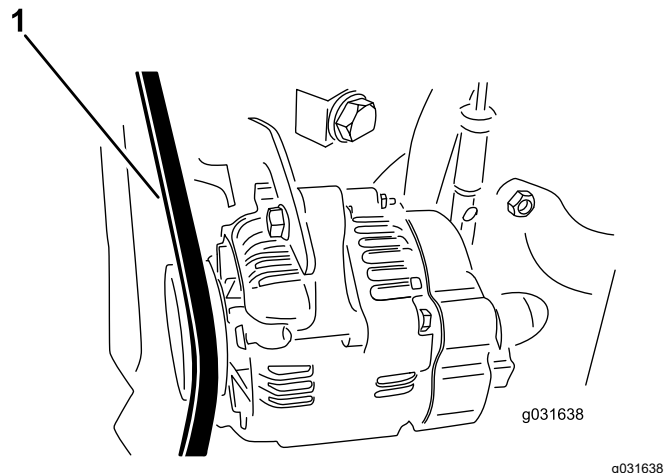

Figura 61
2. Verificate la tensione premendo sulla cinghia, nel punto intermedio tra le pulegge dell'alternatore e dell'albero a gomito con una forza di 30 N·m (Figura 61).